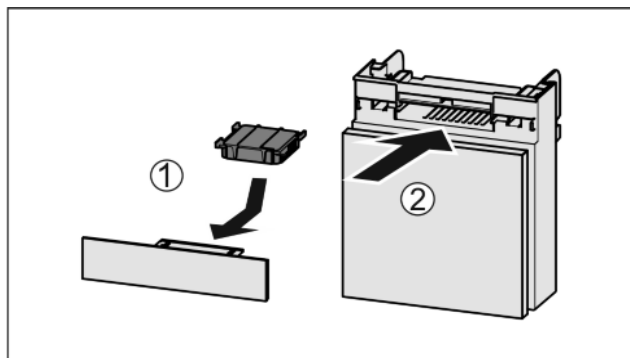

Fig. 34
- Inserire il vano Fig. 34 (2).